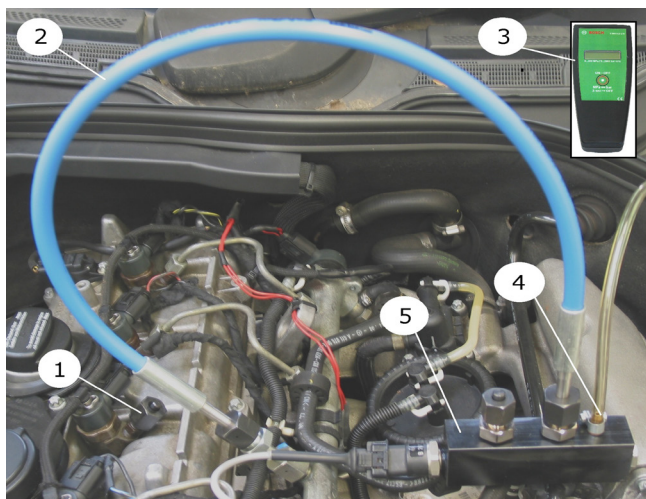

Abb. 15: Tilkoblingseksempel railtrykksensor sammenligningstest (motor drives med n-1 sylinder)
! Av sikkerhetsårsaker er det i trykktransducere (fig. 15, pos. 5) montert en trykkbegrensningsventil, som begrenser trykket ved 180 MPa. Koble absolutt til den vedlagte slangen på tilkoblingen (fig. 15, pos. 4) til trykktransducere og før den inn i en samlebeholder som er egnet for dieseldrivstoff.
3. Lukk injektor-høytrykkskoblingen (fig. 15, pos. 1) med en beskyttelseshette (se reservedelsliste Bosch ESI[tronic]).
4. Koble til 180 MPa-slangeledningen (fig. 15, pos. 2) med tilsvarende koblingsadapter, vinkel, mutter og trykkring (venstregjenge) på rail.
7. Koble til forbindelseskabelen på trykkindikatoren (fig. 15, pos. 3) og railtrykksensoren til trykktransducere.